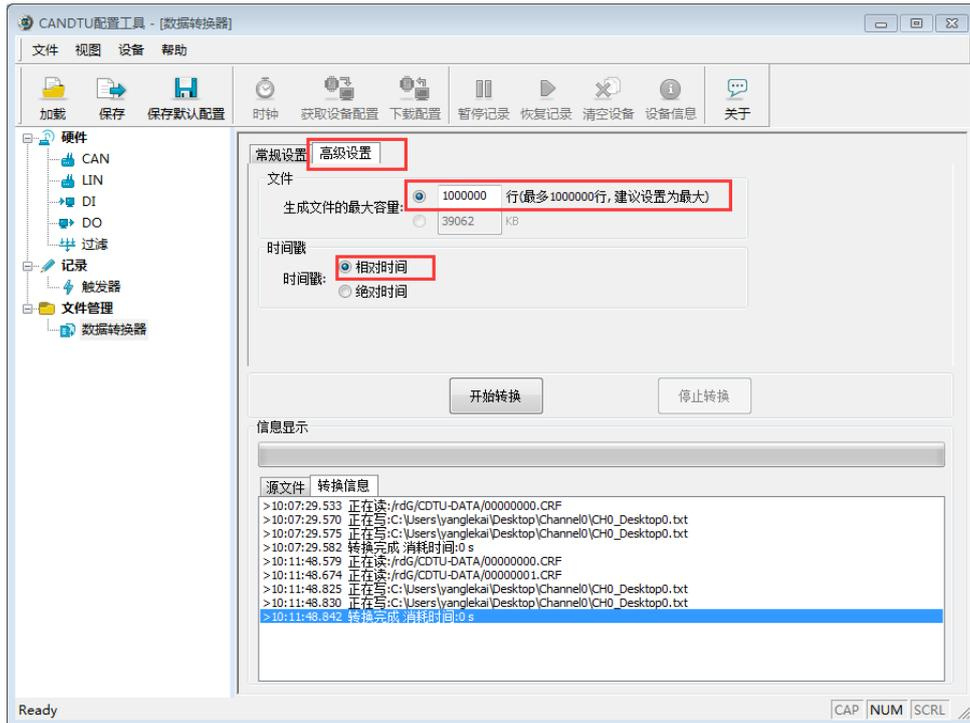

图 5-2 数据转换界面之高级设置
- 5) 点击高级设置按钮，生成文件的最大容量选择“1000000”，时间戳选择“相对时间”，界面见图 5-2。